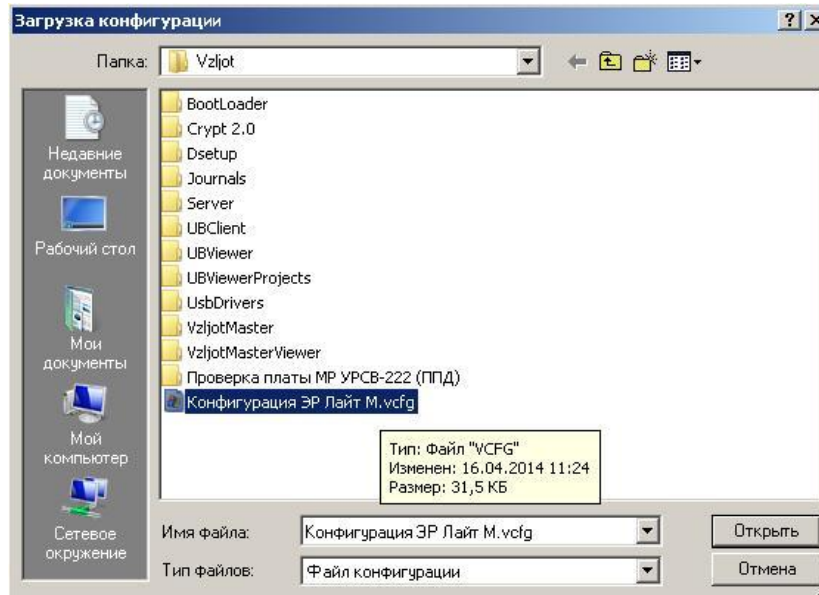

Рис.24. Окно «Загрузка конфигурации»
- в программе «Универсальный просмотрщик» выбрать пункт «Проект» / «Конфигурация» / «Загрузить конфигурацию» и выбрать файл конфигурации для загрузки (рис.24):